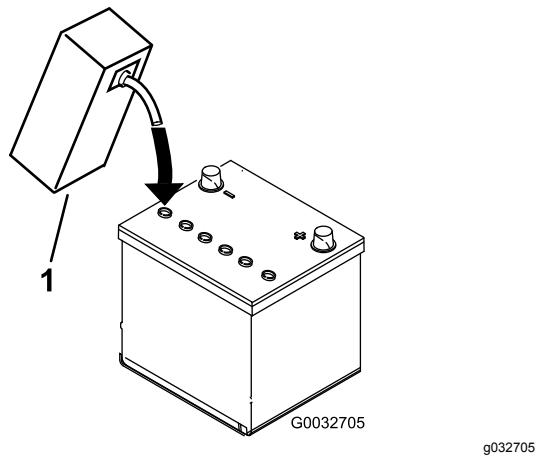

Рисунок 6
4. Подождите примерно 20-30 минут, пока электролит не впитается в пластины. При необходимости доливайте электролит до уровня, не доходящего примерно 6 мм до низа заливного отверстия (Рисунок 6).